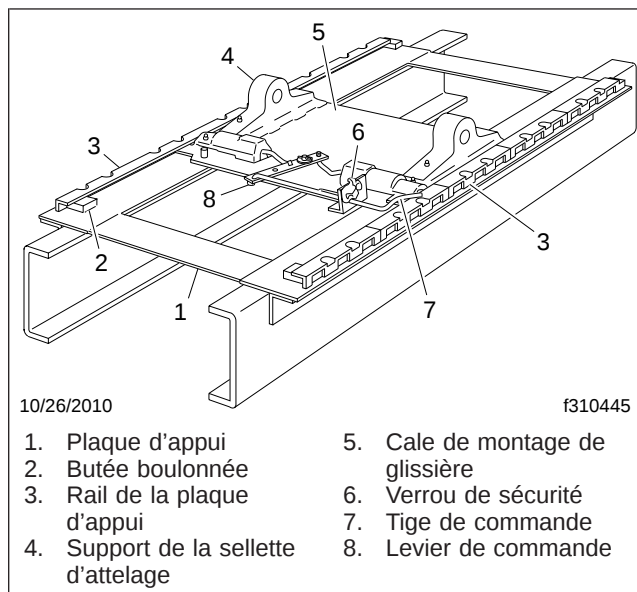

Fig. 17.13, Désengagement manuel de sellette d'attelage coulissante, Holland Simplex
2.2 **Holland** : Tirez sur la tige de commande. Assurez-vous que les deux plongeurs latéraux se sont désengagés. Voir la **figure 17.13**.